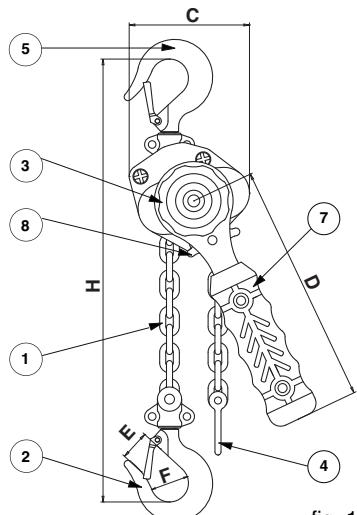
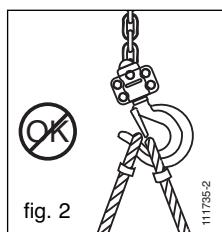

fig. 1
fig. 2
Le palan Bravo™ AC est fourni équipé d'une chaîne de levage (rep. 1, fig. 1) d'une hauteur standard de levée de 1,50 m. La chaîne de levage est constituée d'un seul brin avec à son extrémité un crochet de levage (rep. 2, fig. 1). L'extrémité libre de la chaîne est équipée d'une butée de fin de course basse (rep. 4, fig. 1).
1. Vérifier que le palan Bravo™ AC est correctement suspendu à son crochet de suspension (rep. 5, fig. 1) et que le linguet de sécurité du crochet (rep. 6, fig. 1) est bien fermé (voir figures 2 et 3).
1. que l'accessoire d'amarrage de la charge porte à fond de crochet et n'empêche pas la fermeture du linguet de sécurité (voir fig. 2 et 3).
Le palan Bravo™ AC est manœuvré au moyen d'un levier (rep. 7, fig. 1), actionné par l'opérateur en mouvement de va-et-vient pour lever ou descendre une charge, tirer ou appliquer une tension.
3. Hors charge, faire tourner le volant (rep. 3, fig. 1) dans le sens inverse des aiguilles d'une montre pour ouvrir le frein ; la chaîne est libre.